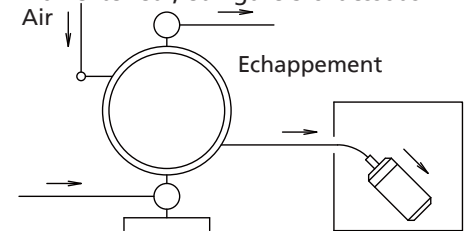

Figure 9
- L'échappement doit évacuer à l'extérieur et non pas dans le fluide où la pompe est immergée. Pour tout renseignement quant à la façon de disposer l'échappement, cf. Notes : Disposition en vue d'un échappement à l'extérieur, et Figure 9 ci-dessous.